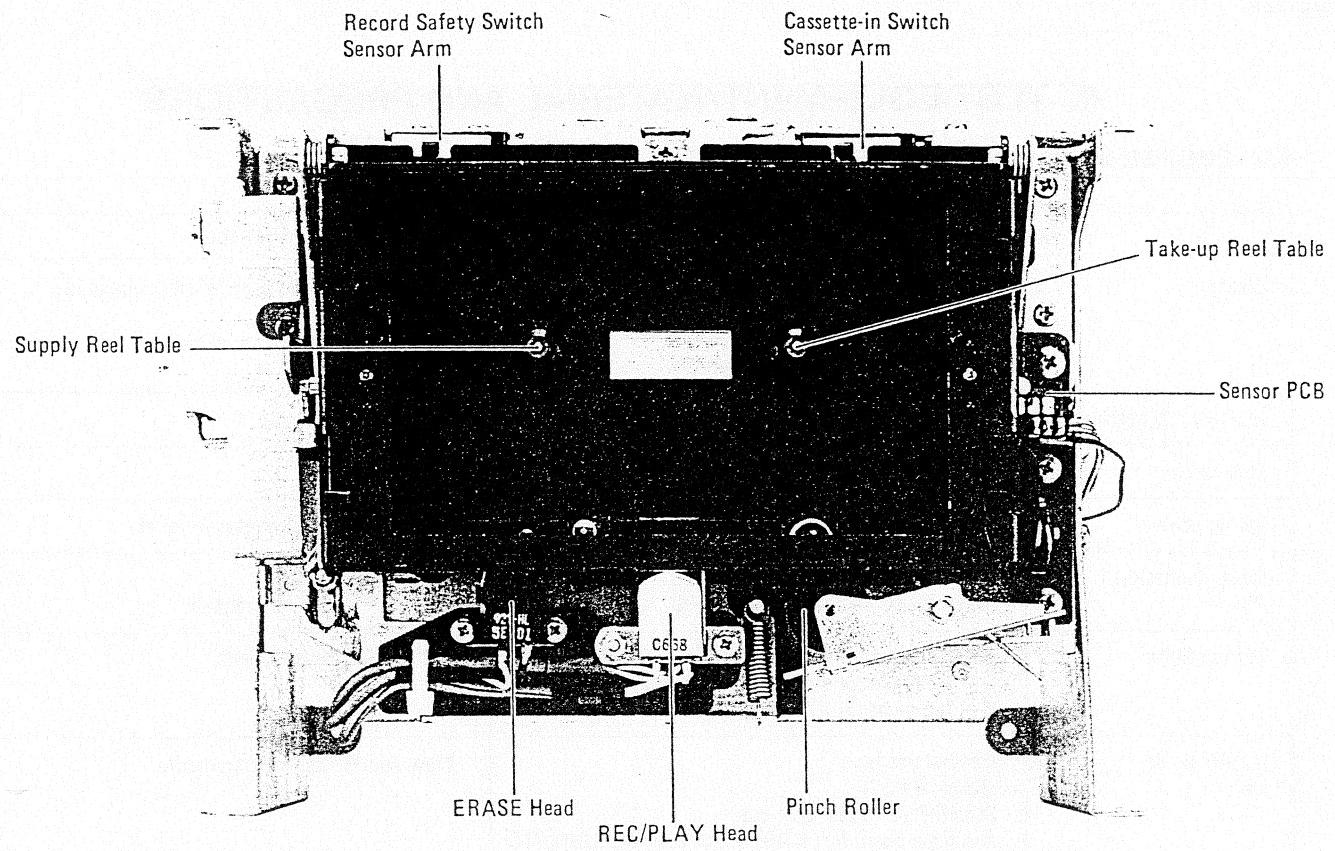
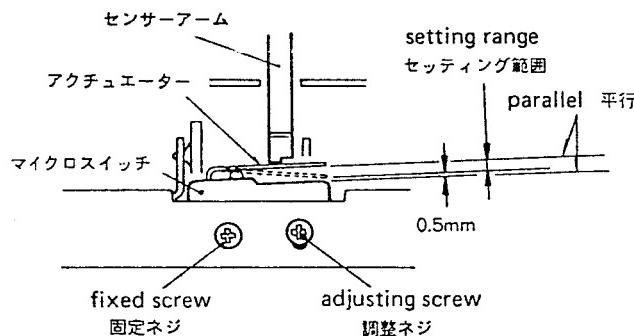

Fig. 3-2
Fig. 5-1
- Adjust mounting position of the two micro switches, cassette-in switch (S502) and record safety switch (S501) (for switch location, refer to Fig. 3-2, so that the actuator position is in the setting range shown by Fig. 5-1).
- カセットイン・スイッチ(S502)、録音防止スイッチ(S501)共(両スイッチ取付個所は図3-2を参照)、アクチュエータ位置が図5-1のセッティング範囲内になるようにスイッチ取付位置を調整する。